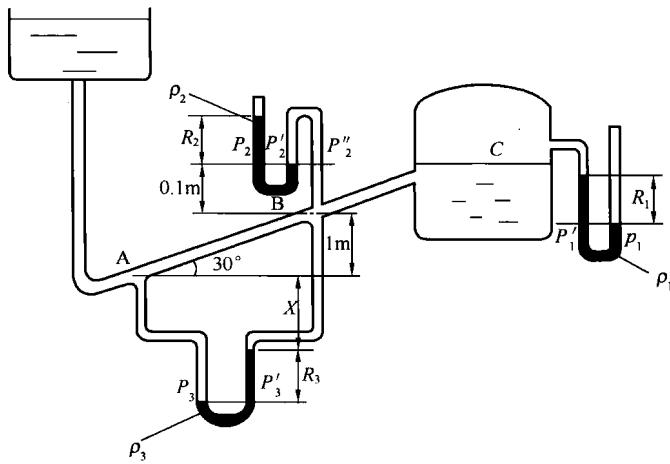

图 1-6 例 1-1 解题附图
(2) 管内流体的流速；
(3) 欲使流量增加 10%，高位槽液面应比原来升高多少？
(4) 若  $R_2$  变为  $30\text{mm}$  时，则 B 点的压强变为多少？
**【解】** 如图 1-6 所示，设定各个截面。